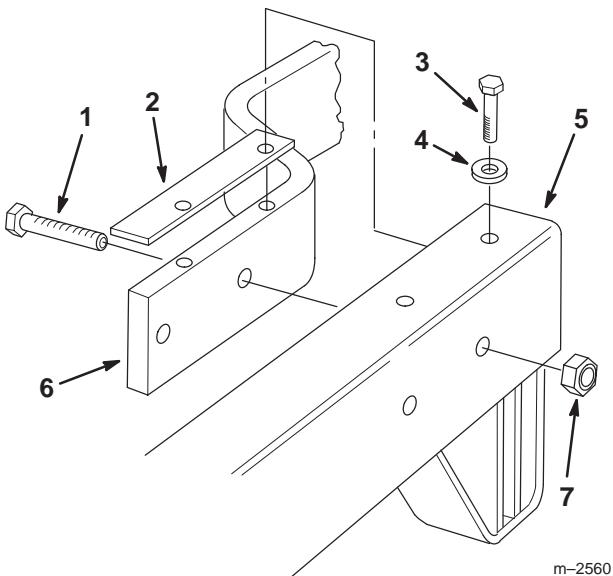

Bild 5
1. Befestigen Sie das Chassis mit 4 St. Kopfschrauben 3/8" x 1-3/4" und Sicherungsmuttern (3/8") am Chassis der Zugmaschine. Beachten Sie, dass sich die Sicherungsmuttern an der Außenseite des Chassis befinden müssen. Lassen Sie die Sicherungsmuttern lose, um ein Bewegen zwischen dem Schneidwerk- und dem Zugmaschinenchassis zu ermöglichen (Bild 5).
2. Führen Sie die Beilagscheiben zwischen dem Schneidwerk- und dem Zugmaschinenchassis ein. Fluchten Sie die Löcher in den Beilagscheiben mit den oberen Löchern in dem Zugmaschinen- und Schneidwerkchassis ab (Bild 5).
3. Führen Sie die 4 St. 3/8" x 7/8" Bundschrauben mit Flachscheiben durch das Schneidwerkchassis und die Beilagscheiben in die Gewindelöcher oben im Chassis der Zugmaschine ein. Ziehen Sie die Bundschrauben mit 37–45 Nm an (Bild 5).
4. Ziehen Sie die 4 Kopfschrauben (3/8 x 1-3/4") und Sicherungsmuttern (3/8") mit 37–45 Nm an (Bild 5).